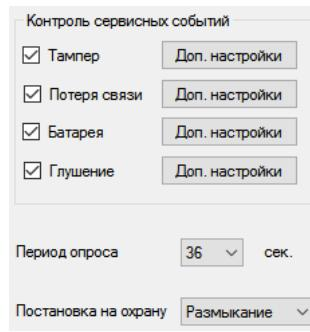

РИС. 23. Меню настройки сервисных выходов в закладке «Радиошлейфы»
Будьте внимательны с настройками разных датчиков и их привязкой к зонам! Охранный датчик открытия двери/окна может быть настроен для работы в бистабильном режиме. Зона, в которую приписан такой датчик будет менять свое состояние в зависимости от состояния бистабильного датчика. Если зона, к которой приписаны датчики, работающие в импульсном режиме, и датчики, работающие в бистабильном режиме, активирована бистабильным датчиком, то сработки импульсных датчиков будут игнорироваться до тех пор, пока бистабильный датчик не войдет в нормальное состояние. Например, если к одной зоне приписаны датчики движения, всегда работающие в импульсном режиме, и датчик открытия двери, настроенный на работу в бистабильном режиме, то в случае, если дверь была открыта, но не была закрыта — зона активируется и тревоги от датчиков движения приемником не воспринимаются! Если в помещении зафиксировано движение, а дверь при этом закрыта [бистабильный датчик в нормальном состоянии, зона не активна], то тревога, переданная датчиками движения, будет принята, охранная зона выдаст сработку. Не забывайте, чем больше период опроса (РИС. 23) датчиков в секундах [изменяется в интервале 12–300с, по умолчанию 36с] тем больше срок службы батареи на беспроводных датчиках! В то же время не рекомендуется использовать большой период опроса в критических к задержкам охранных системах, например, в финансовых учреждениях. Слишком большой период опроса увеличивает временной диапазон передачи статусов от датчиков, что влияет на оперативность реагирования системы охраны на сервисные события (на тревожные события система всегда реагирует мгновенно).
6.6. Четыре выхода (T, S, B, J) соответствуют сервисным зонам (РИС. 18). Сервисные зоны используются для передачи на централь служебной информации. Работа сервисных выходов настраиваемая (РИС. 23), они могут быть импульсными или бистабильными. Предусмотрена возможность полного отключения сервисных выходов, если они не используются в охранной системе. Для отключения нужно убрать галочку из чекбокса напротив названия соответствующего выхода в конфигураторе (РИС. 23).